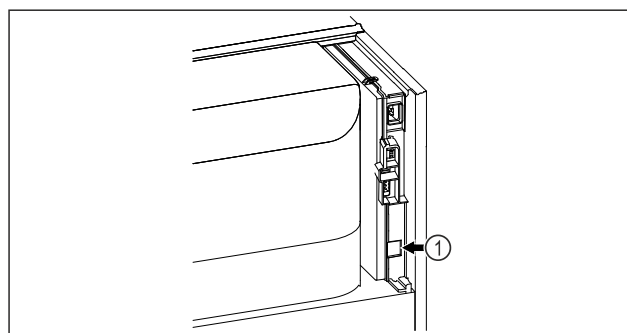

Fig. 109
- SmartModule Fig. 109 (1) on asennettu.